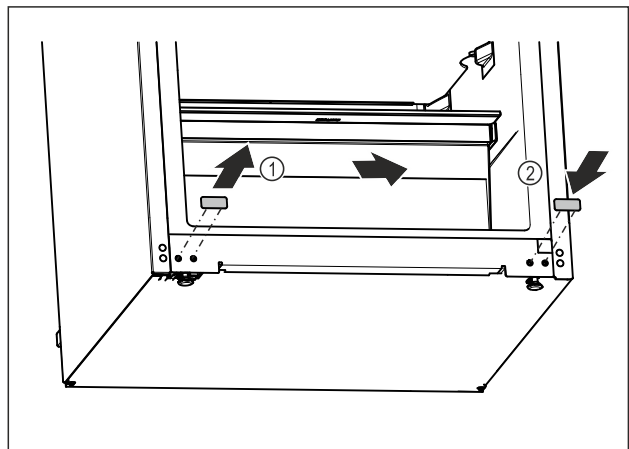

Fig. 16
- ▶ Extrageți dopurile de acoperire. Fig. 16 (1)
- ▶ Montați dopurile de acoperire pe partea opusă. Fig. 16 (2)